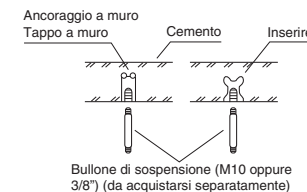

Fig. 3-17
- (1) Seguire i diagrammi per praticare i fori nel soffitto.
- (2) A seconda del tipo di soffitto:
- Inserire bulloni di sospensione nel modo mostrato in Fig. 3-17